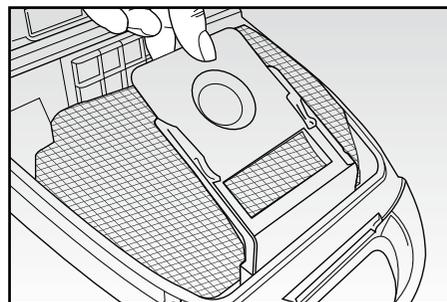

Fig. 9
- Estrarre il sacchetto, prestando attenzione a non strapparli, fare scivolare la parte di cartone rigida o in plastica nel caso di sacchetto in tessuto, nelle apposite guide (FIG. 9). Gettarlo nel bidone della spazzatura nel caso di sacchetto in carta, oppure svuotarlo ed eventualmente lavarlo con acqua e detergente neutro nel caso di sacchetto in tessuto.
- Rimuovere il sacchetto (FIG. 9).